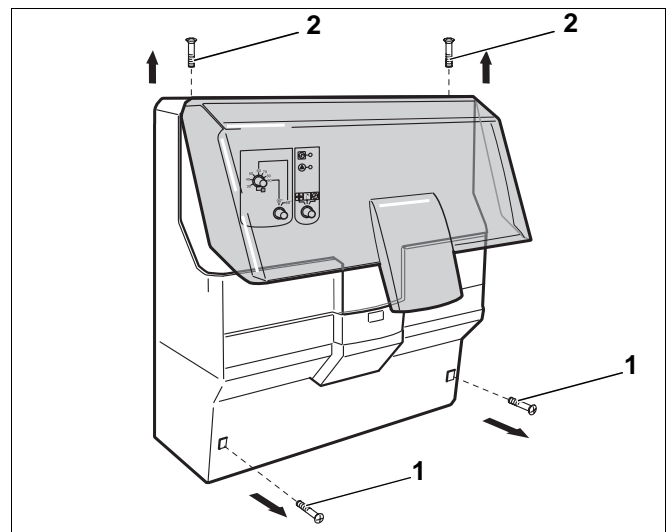

Abb. 1 Leitungsabdeckung und oberer Gehäusedeckel
- Die beiden Schrauben an der Leitungsabdeckung (Abb. 1, **Pos. 1**) heraus-schrauben und Leitungsabdeckung abnehmen.
- Die beiden Schrauben am oberen Gehäusedeckel (Abb. 1, **Pos. 2**) heraus-schrauben und den oberen Gehäusedeckel abnehmen.
- Die beiden Schrauben an der Leitungsabdeckung wieder anschrauben (Abb. 1, **Pos. 1**).
- Die beiden Schrauben am oberen Gehäusedeckel wieder anschrauben (Abb. 1, **Pos. 2**).